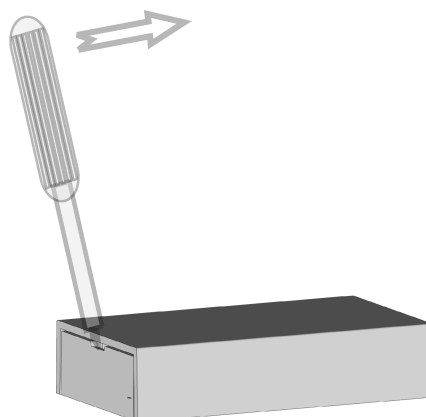

Imagen 1: Abrir la caja
- Abrir la caja mediante desplazamiento. Si fuera necesario, utilizar un destornillador pequeño de punta plana (Imagen 1).